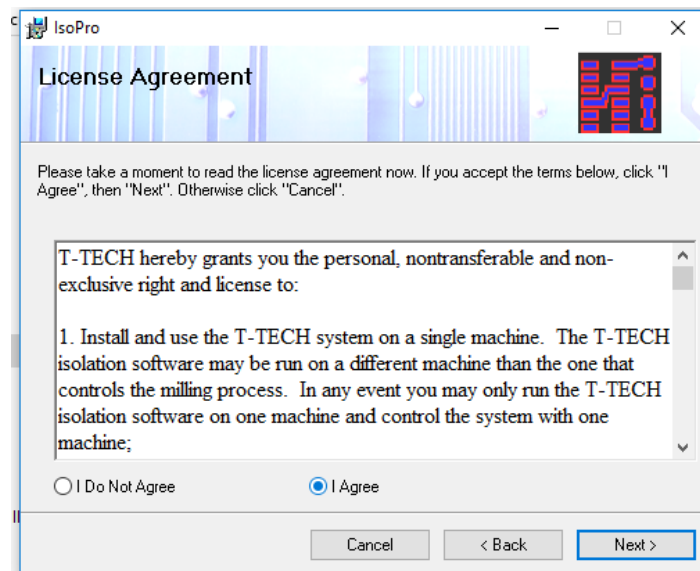

Figura 9. Contrato de licencia.
- ✓ Aceptar términos y siguiente ver figura 9.